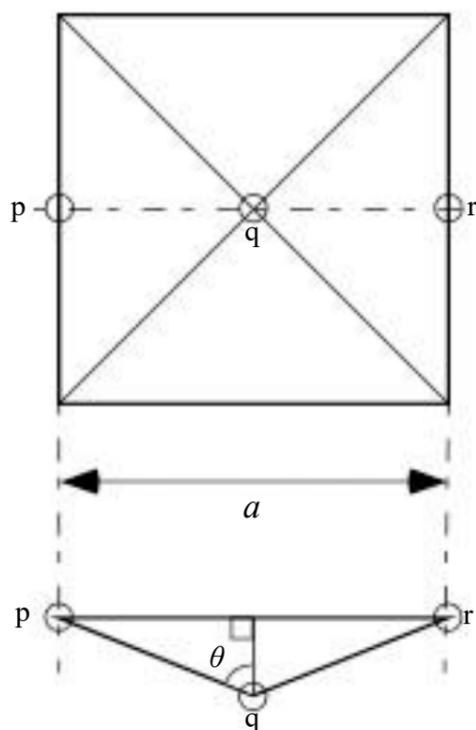

図 1-1 ビッカース硬さ試験後のくぼみ形状 (a)
(1) 試験力を F (kgf)、くぼみ表面積を A (mm²) としたとき、ビッカース硬さ HV の定義式を示せ。
(2) 試験によって生じたくぼみの模式図を図 1-1 に示す。図に示すように、くぼみの斜面が鉛直方向となす角を θ (rad) とした時、 θ を圧子対面角の大きさ 136° および円周率 π を用いて表せ。
(3) くぼみの表面積 A (mm²) を、くぼみの一辺の長さ a (mm) を用いて表せ。また、計算過程も示せ。ただし、図中の点 p、q、r は、くぼみ上の点である。必要であれば、下に示す値を用いよ。ただし、数字は小数点第 4 位まで表記せよ。